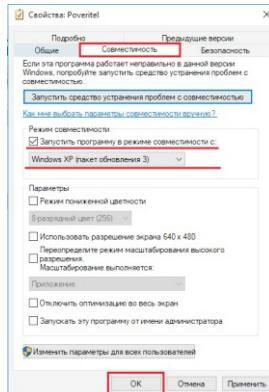

Рисунок 1.5 – Окно параметров совместимости
2.1.7.5 Выбрать вкладку «Совместимость», поставить галочку напротив пункта «Запустить программу в режиме совместимости с...», в выпадающем меню выбрать «Windows XP (пакет обновления 3)» и нажать на кнопку «Применить», затем «OK» (рисунок 1.5).
2.1.8.6 Выбрать вкладку «Совместимость», поставить галочку напротив пункта «Запустить программу в режиме совместимости с:...», в выпадающем списке меню выбрать «Windows XP (пакет обновления 3)» и нажать на кнопку «Применить», затем «OK» (рисунок 1.5).